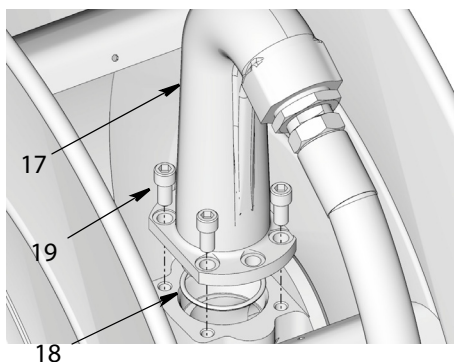

Рис. 24
1. Измените направление выпускного патрубка (17).
- a. Извлеките болты (19) и выпускной патрубок (17) из барабана (Рис. 24).